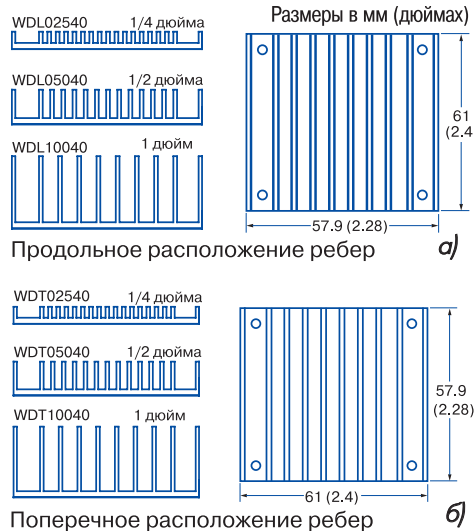

Рис. 11. Габаритные размеры теплоотводов типа WDL (а) и WDT (б)
Для увеличения допустимой выходной мощности модуля кроме принудительного обдува применяются теплоотводы различной конфигурации, которые соединяются с модулем с помощью винтов, при этом принимаются меры для снижения теплового сопротивления между поверхностью теплоотвода и корпусом модуля (типичное значение от 0.1 до 0.3 °C/Вт). Номенклатура теплоотводов (рис. 11) достаточно широка и может быть представлена в общем виде: WDXyy40, где x обозначает продольное (L) или поперечное (T) расположение ребер теплоотвода, yy – высоту ребер (в сотых долях дюйма). При этом площадь, занимаемая теплоотводом, остается неизменной, равной 61.0x57.9 мм, а высота варьируется от 0.25 до 1.0 дюйма. Например, WDT05040 представляет собой теплоотвод с поперечным расположением ребер (рис. 11, б) высотой 0.5 дюйма.